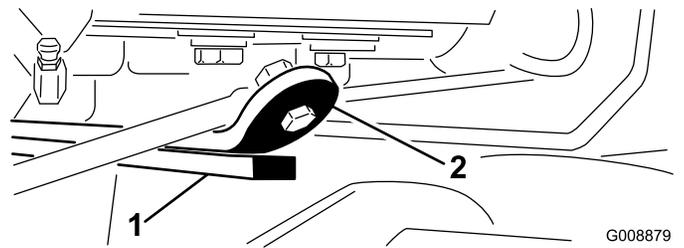

図 11
- 3. エンジンを始動し、カッティングユニットを上昇させ、後ろカッティングユニットのウェア・バーの上部についているウェア・ストラップからバンパー・ストラップまでの距離が 0.5~2.5 mm の間にあるかどうか点検する (図 11)。